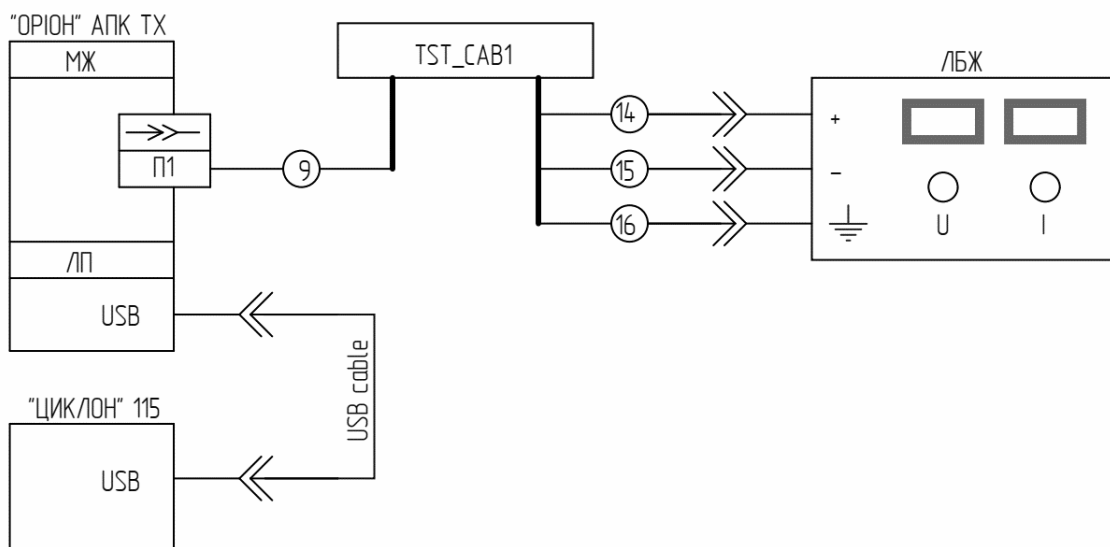

Рисунок 8.7.1 – Підключення «ОРИОН» АПК ТХ до ПК і «ЦИКЛОН» 115
- 1) Підключити «ОРИОН» АПК ТХ до «ЦИКЛОН» 115 і ЛБЖ з допомогою тестового кабелю «TST_CAB1_TX» і USB кабелю «USB cable» (див. рисунок 8.7.1);